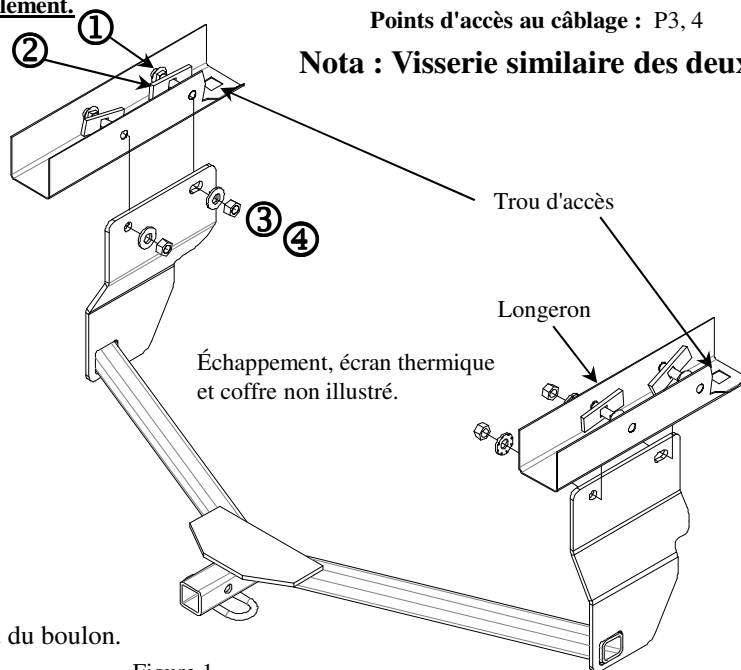

Figure 1
5. Soulever l'attelage en position, comme illustré. Figure 1 Nota : sur les modèles à échappement double, placer l'attelage près du silencieux puis le soulever le long de l'échappement puis vers l'arrière en position.